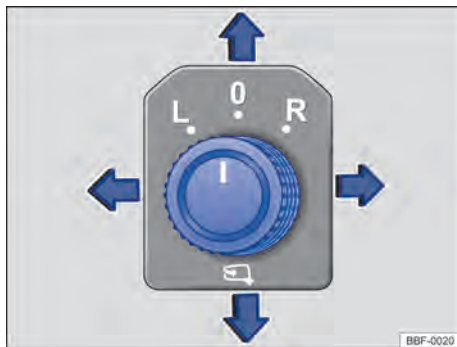

Fig. 81 En la puerta del conductor: mando giratorio de ajuste de los espejos retrovisores exteriores eléctricos.
- Girar el mando giratorio en la puerta del conductor hasta el símbolo deseado → fig. 81.